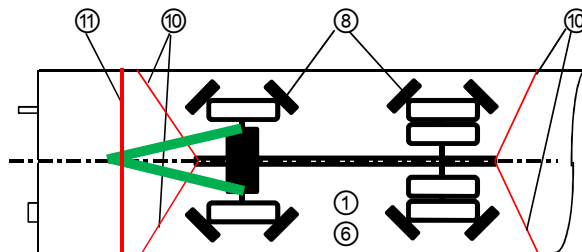

Bild 5
- ⑪ Niederbindung auf dem Wagenboden (Mindestbruchkraft der Bindung 1000 daN), (Bild 5).